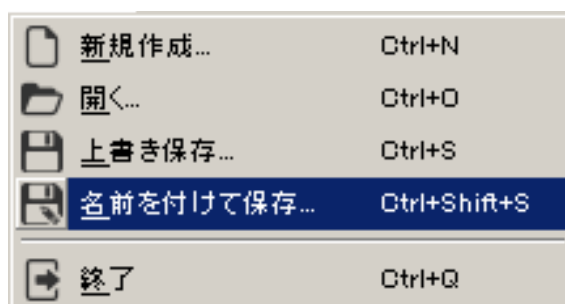

図7-52 プロジェクトの保存
- [名前を付けて保存]をクリックしてください。(図7-52参照)